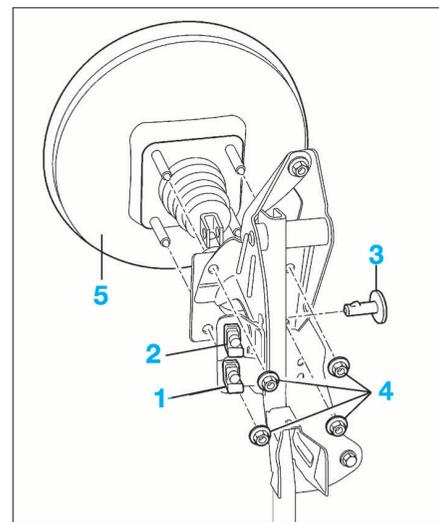

FIG. 21
- le contacteur (1) de feux stop de la pédale de frein (Fig.21).
- le contacteur (2) de désactivation du régulateur de vitesse de la pédale de frein (si équipé).